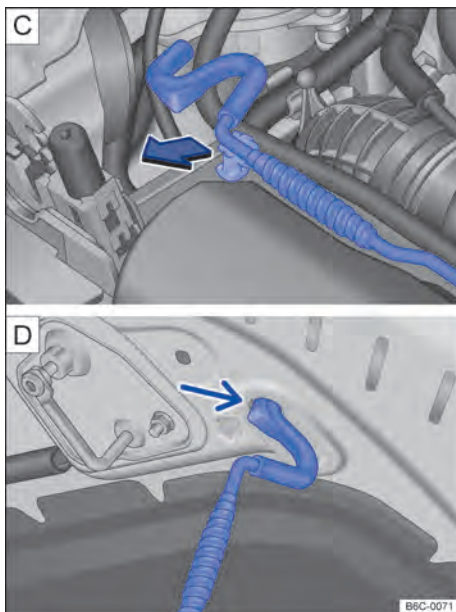

Fig. 169 [C] Varilla de sujeción de la tapa del compartimento del motor. [D] Tapa del compartimento del motor apoyada en la varilla de sujeción.
- Retirar la varilla de sujeción del perfil receptor en el sentido de la flecha → fig. 169 [C] y colocarla en la apertura del capó delantero → fig. 169 [D].
- Retirar la varilla de sujeción del orificio → fig. 169 [D] y encajarla en el portacierre → fig. 169 [C].